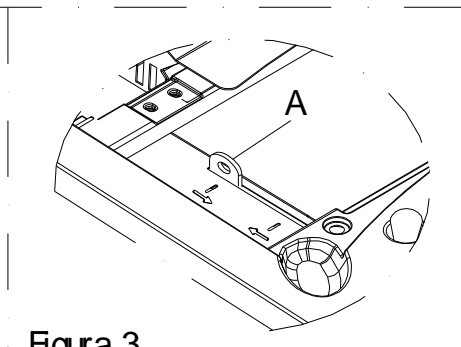

Figura 3
- Figura 3 (nessuna canalizzazione)